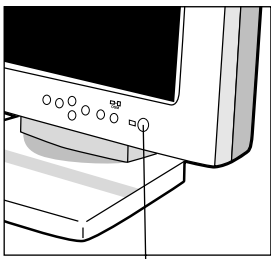

Abbildung F.1
5. Schalten Sie den Monitor (**Abbildung F.1**) und den Computer ein.